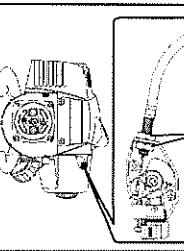

Рис. 13
2. Нажмите ножами несколько раз кнопку подачи, чтобы подогреть горячим (до кипения) и обесточить крепежную гайку (13) раз (Рис. 13)